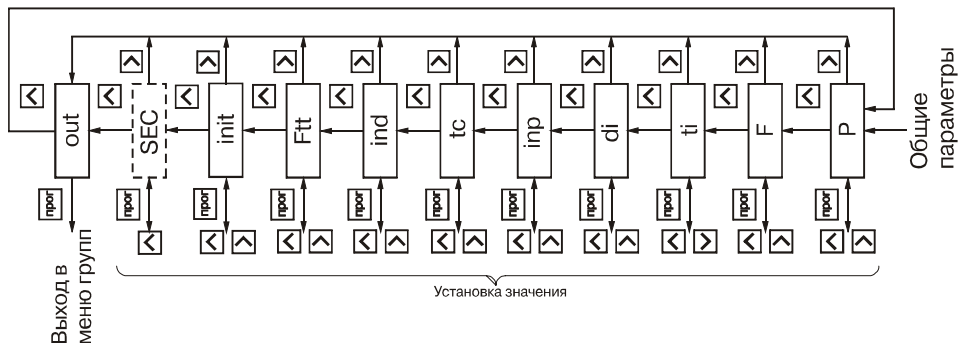

Рис. 25
6.1.8. Группа "**GrouP_C**" (рис.25) содержит параметры, **inP** и **tc**, определяющие режим работы входного коммутатора коэффициенты предделителя **P** и умножителя **F**, время измерения **ti** и начальное смещение **di** для расходомера, а также режимы работы счетчика времени **Ftt**, индикации **ind** и сброса счетчика импульсов при подаче питания на прибор **init**.